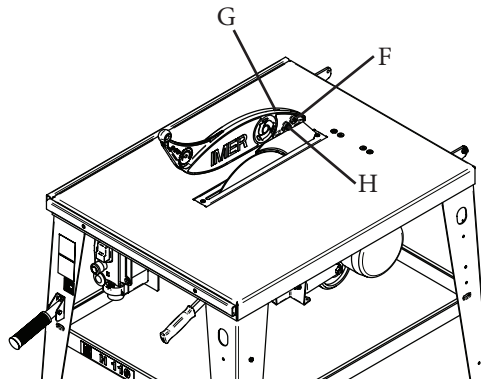

Fig. 6
A parte da lâmina que sai por cima da mesa está protegida por um resguardo em policarbonato [4] (fig.1). A protecção está apoiada à lâmina divisória através de dois parafusos [F] (fig.6).
- apertar o parafuso [G] (fig.6) e a porca auto-bloqueadora [H] (fig.6) até o cárter ficar bloqueado em posição levantada;